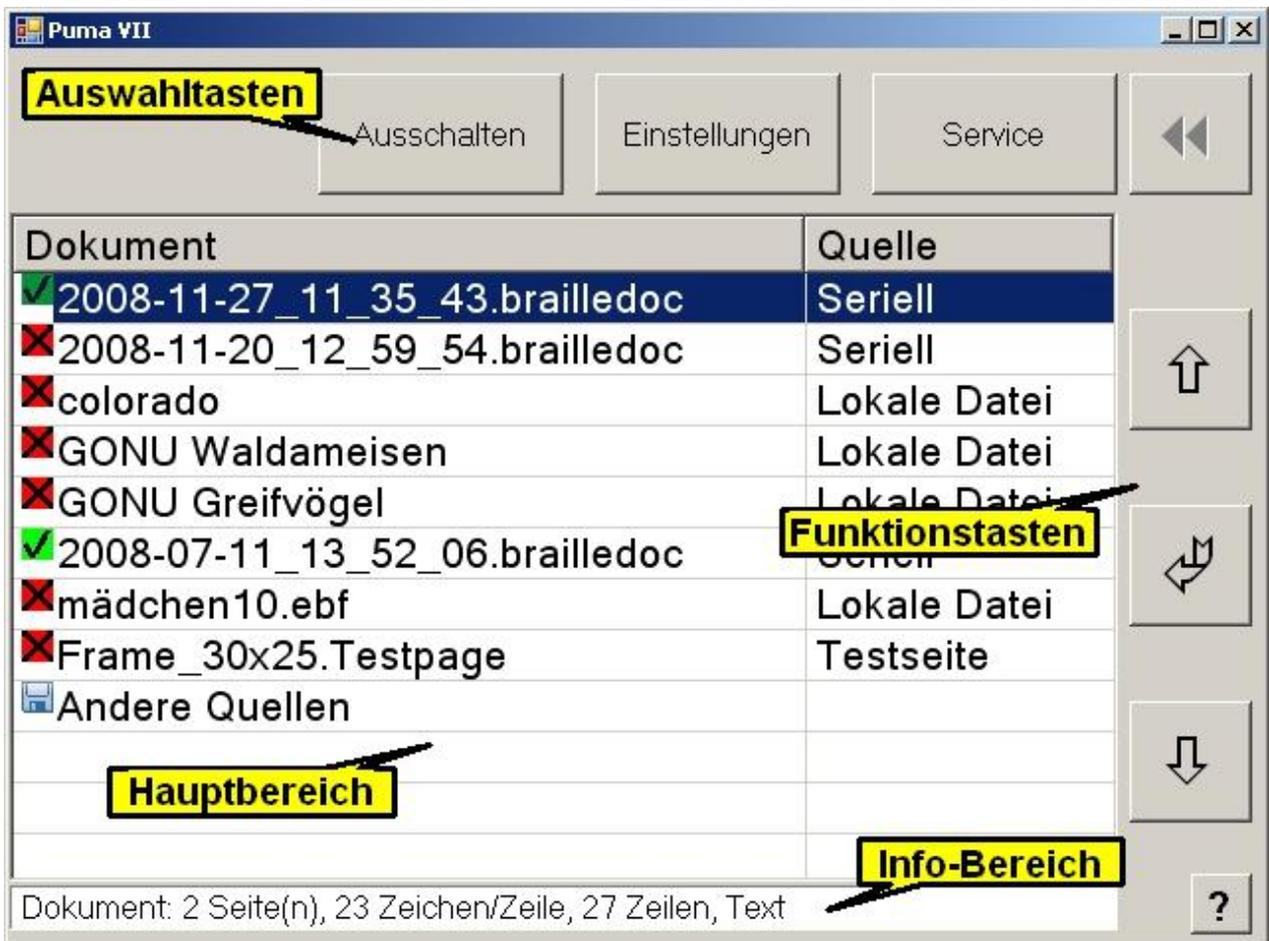

Abb. 17: Bereiche des Hauptbildschirms
3.3.2 Hauptbildschirm (siehe Abb. 17)
In der Spalte Dokument steht der Name des Druckauftrages. Wenn ein Text über die serielle Schnittstelle gesendet wurde, besteht der Name aus Datum und Zeit, wann er empfangen wurde. Texte können gespeichert und später wieder aufgerufen werden. Diesen Texten kann man einen sinnvollen Namen geben wie z.B. 'colorado' (siehe Abb. 17)